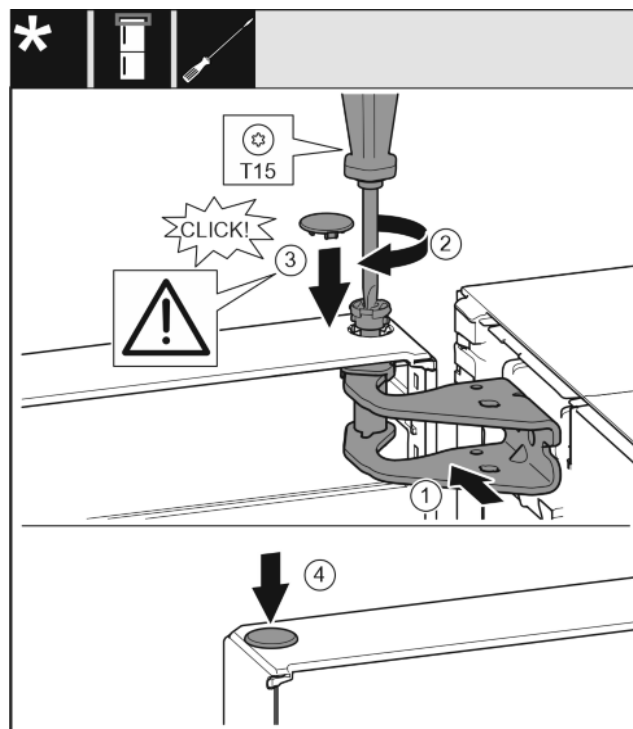

Fig. 17
- ▶ Выровняйте дверь сверху по отверстию в опорном кронштейне. Fig. 17 (1)
- ▶ Вставьте палец и затяните отверткой T15. Fig. 17 (2)
- ▶ Установите предохранительную крышку для защиты двери: Вставьте предохранительную крышку и проверьте, прилегает ли она к двери. В ином случае вставьте палец полностью. Fig. 17 (3)
- ▶ Вставьте заглушку. Fig. 17 (4)